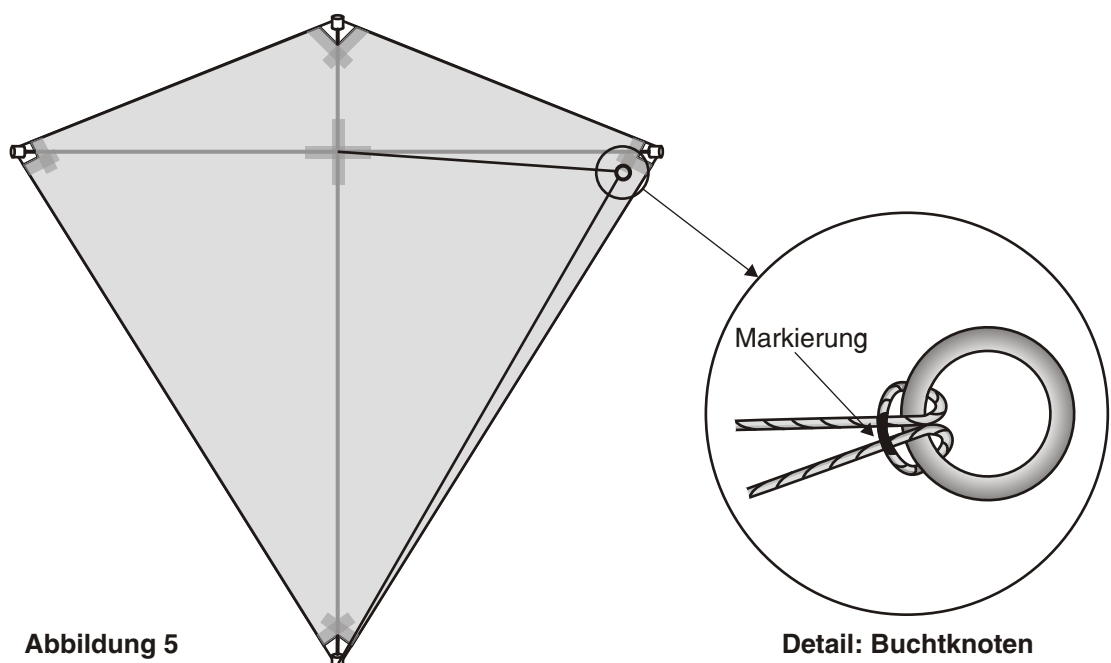

Abbildung 5
- An diesem Waagenpunkt wird jetzt mit einem Buchtknoten der Waagenring eingesetzt (siehe Abbildung 5).